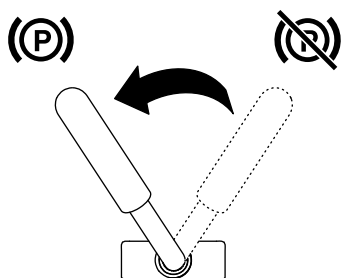

Bild 13
- Drehen Sie den Hebel nach links, um die Feststellbremse zu aktivieren (Bild 13).